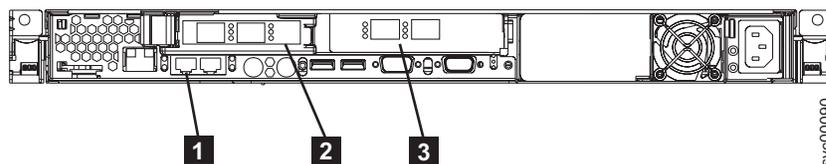

図 51. SAN ボリューム・コントローラー 2145-8F2 の後部にあるコネクタ
1. イーサネット・ケーブルをイーサネット・ポート **1** に接続します。SAN ボリューム・コントローラー 2145-8F2 については、図 51を参照してください。